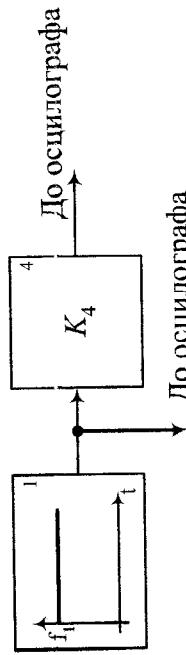

Рис. 1
1. Зібрати модель пропорційної ланки за схемою, що зображенна на рис. 1.